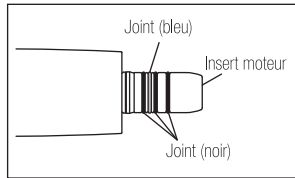

Fig. 8
- Le joint bleu est plus fin que les trois joints noirs. Lors de l'insertion de nouveaux joints, vérifiez qu'ils soient bien insérés dans les rainures adéquates, comme indiqué à la Fig. 8.